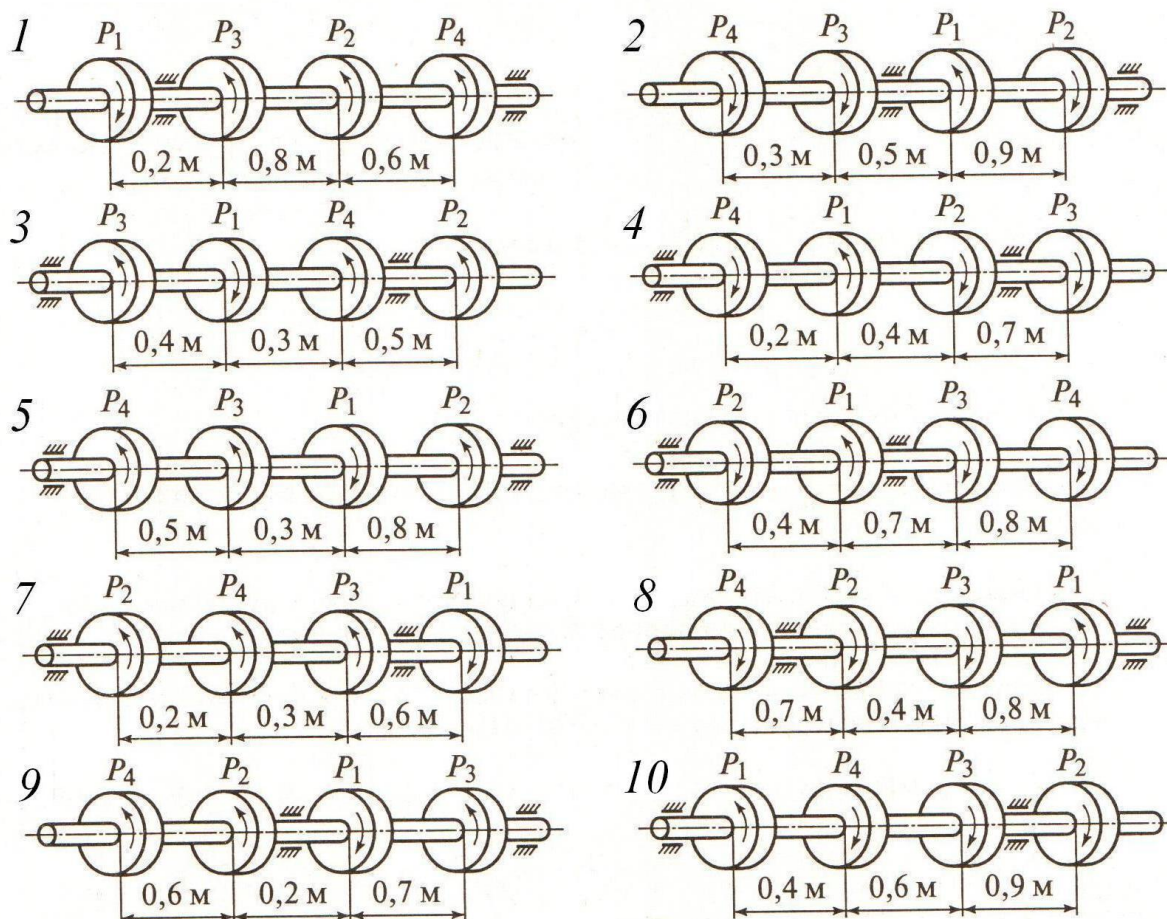

Рис. 6 - Схема задачи
*Задание:* Для стального вала (рисунок 6) постоянного поперечного сечения требуется: 1) определить значения моментов  $M_1$ ,  $M_2$ ,  $M_3$  и  $M_4$ ; 2) построить эпюру крутящих моментов; 3) определить диаметр вала из расчетов на прочность и жесткость, полагая по варианту (а) поперечное сечение вала - круг; по варианту (б) - поперечное сечение вала - кольцо, имеющее соотношение диаметров  $c=d_0 / d=0,7$ . Мощность на зубчатых колесах принять  $P_2 = 0,5P_1$ ;  $P_3 = 0,3P_1$ ;  $P_4 = 0,2P_1$ . Принять:  $[\tau_{кр}] = 30 \text{ МПа}$ ;  $[\varphi_0] = 0,02 \text{ рад/м}$ ;  $G = 8 \cdot 10^4 \text{ МПа}$ . Окончательное значение диаметра округлить до ближайшего четного (или оканчивающегося на пять) числа.